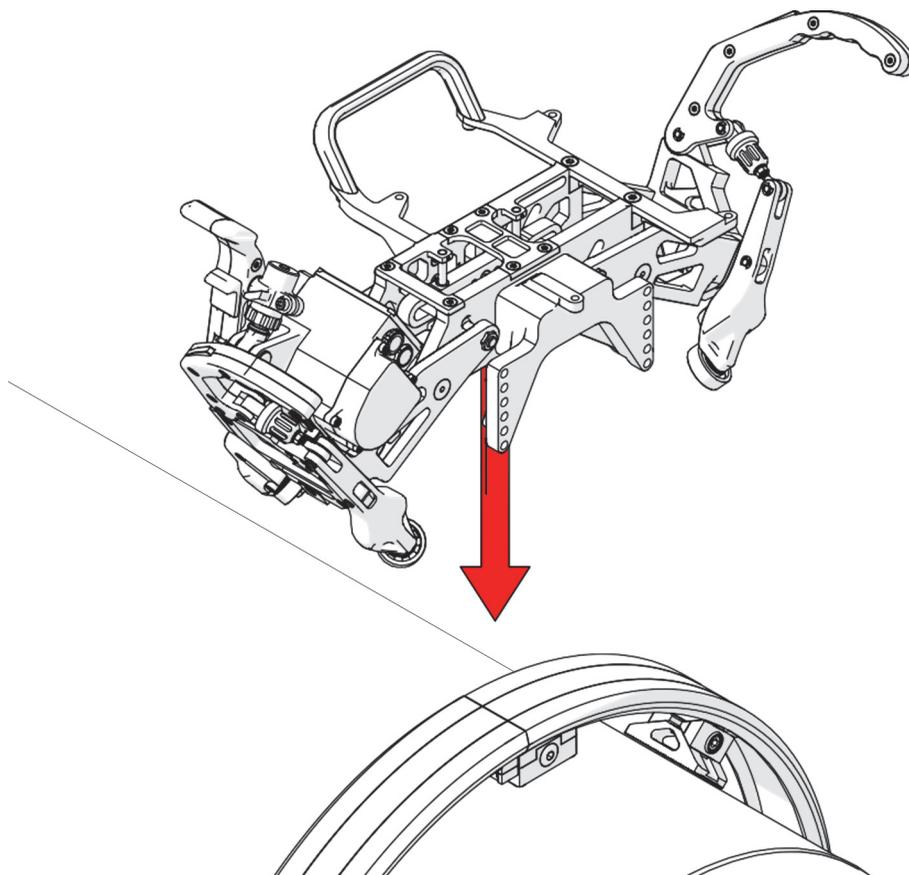

Figure 1-33 Installation du chariot moteur sur la bande
3. Déposez le chariot moteur sur la bande circonférentielle (Figure 1-33 à la page 52).